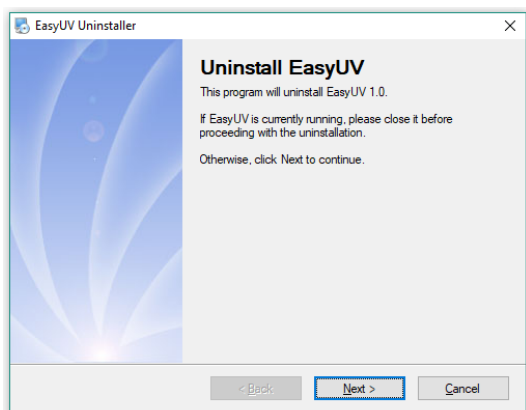

Fig. 2.4-1 Avvio disinstallazione
- per avviare la disinstallazione (Fig. 2.4-1) cliccare su **Next**;